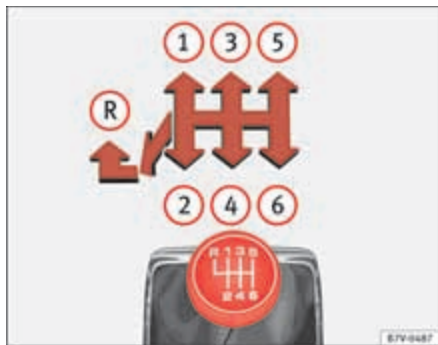

Fig. 138 Esquema de un cambio manual de 6 marchas.
En la palanca de cambios se representan las posiciones de cada una de las marchas ⇒ fig. 138.
- Desplace la palanca de cambios a la izquierda y a continuación hacia delante, a la posición de marcha atrás ⇒ fig. 138 (R).